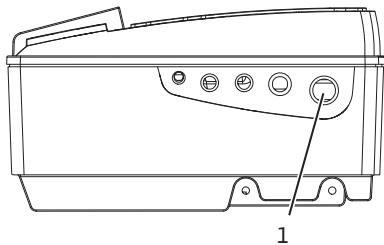

Fig. 18: Prensa-fios M25
- A ligação eléctrica deve ser realizada através de um cabo de ligação à rede fixo (diâmetro obrigatório mín 4 x 2,5 mm2, máx 4 x 6 mm2), com uma tomada ou um interruptor para todos os pólos com pelo menos 3 mm de abertura de contactos. O cabo de ligação à rede deve ser colocado no prensa-fios (Fig. 18 Pos. 1) M 25.
| In1(1) (entrada) | Entrada do valor real   | <p>Tipo de sinal: tensão (0–10 V, 2–10 V)Resistência de entrada: <math>R_i \geq 10 \text{ k}\Omega</math></p> <p>Tipo de sinal: corrente (0–20 mA, 4–20 mA)Resistência de entrada: <math>R_B = 500 \Omega</math></p> <p>Parametrizável no menu de assistência &lt;5.3.0.0&gt;Ligado de fábrica através do prensa-fios M12 (Fig. 18), através de (1), (2), (3) de acordo com os esquemas dos cabos de sensor (1,2,3)</p> |